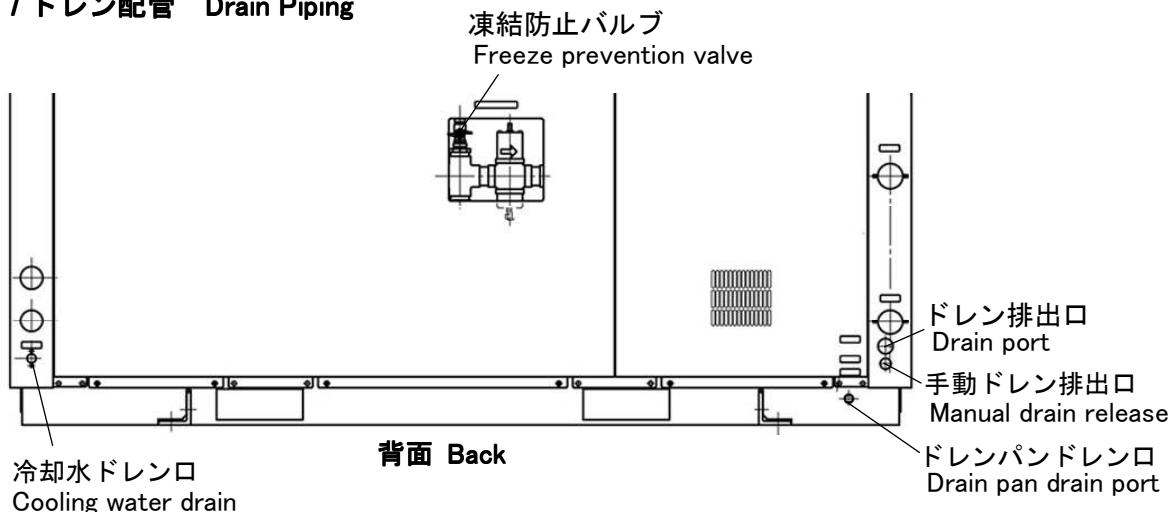

図1. Figure 1.
やむを得ず立ち上がりを設ける場合は、バルブまたはドレントラップを取り付け、水が抜けるようにしてください。(図1)
Do not allow a rise in the piping from the air compressor to the air dryer. If you cannot avoid a rise, install a valve or drain trap so that water can discharge. (See Fig. 1.)
1. 図1に示すドレンパンドレン口 (R3/8) に配管してください。
Attach R 3/8 piping to the drainpan drain port of Figure 1.
1. 図 1 に示す冷却水 ドレン口 (Rp1/4) の プラグを外し、配管してください。配管の途中には別途バルブを設け、通常はバルブを閉じてください。
Remove the plug from the cooling water drain (Rp 1/4) of Figure 1 and attach piping.
3. 7 項図 1 に示す凍結防止バルブを開いてください。凍結防止バルブは、本機内の制水弁をバイパスします。凍結防止バルブを開かないと、本機停止中は制水弁が閉じているので冷却水は循環しません。本機を運転する場合は、必ず凍結防止バルブを開じてください。
Open the freeze prevention valve of Figure1 in section 3.7.